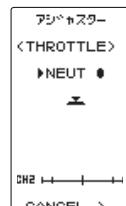

図 1
ニュートラルの設定画面（図1）の状態で、スロットルトリガーを前後方向に軽く弾いた後、トリガーに触れない状態で①ボタンを押します。